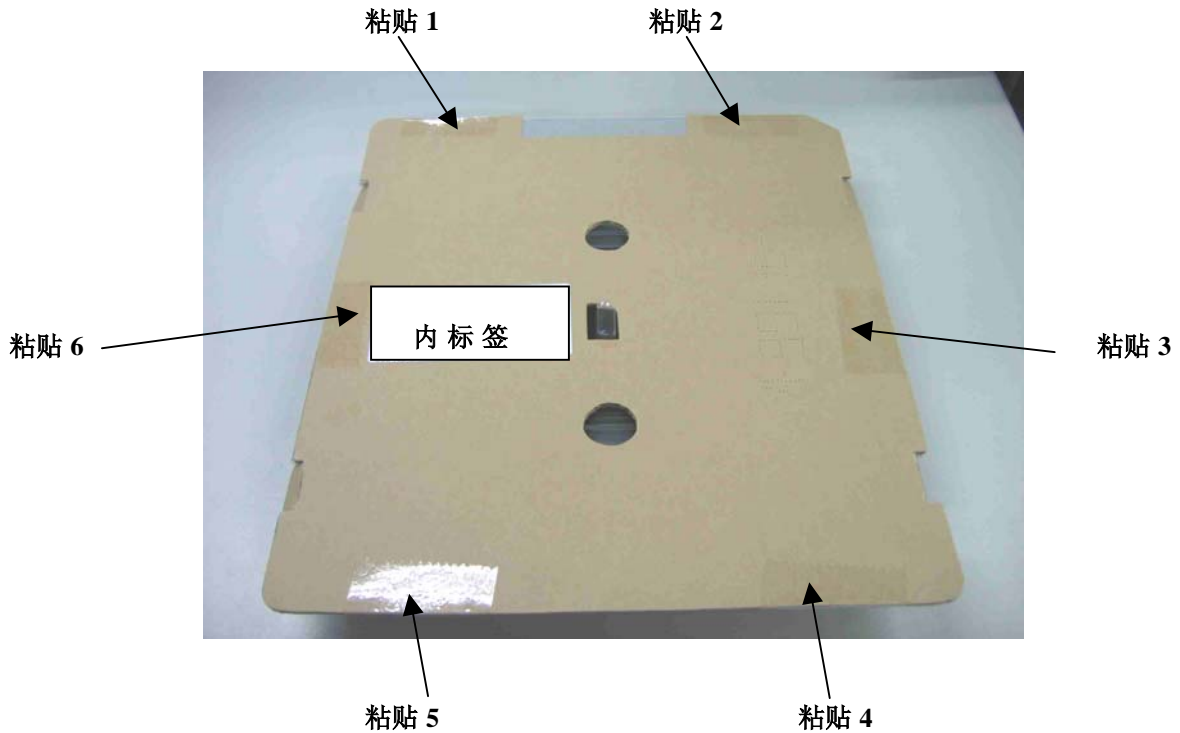

图 2
注：用六条封箱胶带将 TRAY 和纸板之间粘紧。粘贴位置请参照图 2。
5.4. Place an inner label in indicated area on cover of tray as shown in figure 2.
如图2所示在TRAY盖的指定位置贴上内标签。